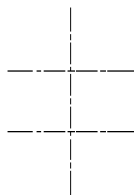

图 14-2 绘制中心线
(1) 切换图层。将“中心线层”设定为当前图层。
(2) 绘制中心线。单击“默认”选项卡“绘图”面板中的“直线”按钮，绘制两条水平直线，直线{(55,198),(115,198)}，直线{(55,169.24),(115,169.24)}；绘制一条竖直中心线{(85,228),(85,139.24)}，如图 14-2 所示。